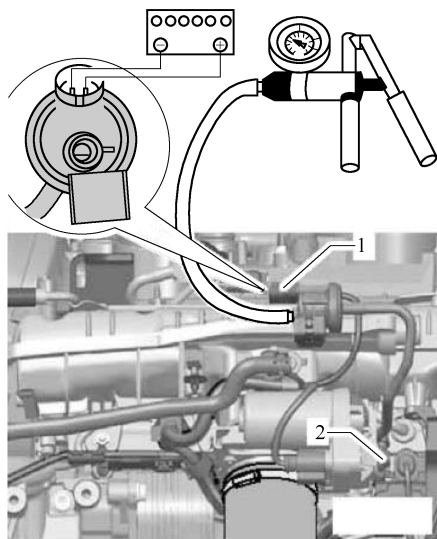

图 2-7-7 检查双单向阀
5) 操纵手动真空泵数次,此时应形成真空,再次连接蓄电池。如果没有形成真空。应更换双单向阀2,如图2-7-7所示。